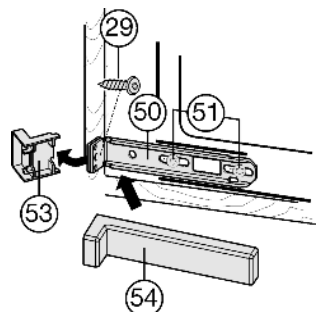

Fig. 19
- ▶ Немного ослабьте винты *Fig. 19 (51)*.
- ▶ Закрепите нижний крепежный уголок *Fig. 19 (50)* с помощью винтов для стружечной плиты *Fig. 19 (29)* $\varnothing 4 \times 19$ на стенке мебели.
- ▶ Удалите выступающий конец крышки *Fig. 19 (53)*. Он больше не понадобится.
- ▶ Затяните винты *Fig. 19 (51)*.
- ▶ Установите крышку *Fig. 19 (54)* на нижний крепежный уголок *Fig. 19 (50)*.